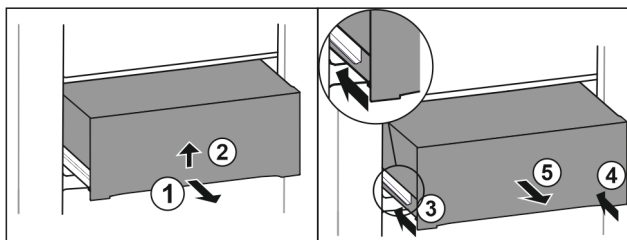

Fig. 41
- ▶ Вытяните выдвижной ящик наполовину. Fig. 41 (1)
- ▶ Поднимите выдвижной ящик за нижнюю часть. Fig. 41 (2)
- ▶ Вставьте левую направляющую. Fig. 41 (3)
- ▶ Вставьте правую направляющую. Fig. 41 (4)
- ▶ Извлеките выдвижной ящик движением вперед. Fig. 41 (5)